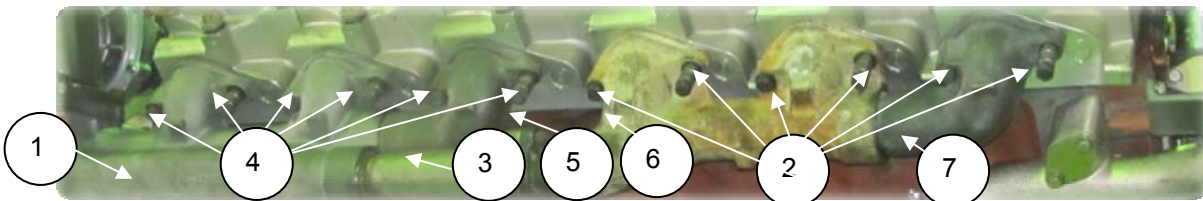

Рис. 2.37
1. Снять коллектор выпускной задний правый (1), патрубок подводящий (3), патрубок коллектора правый (5) отвернув гайки М10 (4) (S=14) (рис. 2.37);
2. Снять коллектор выпускной передний правый (6) вместе с патрубком коллектора правым (7), отвернув гайки М10 (4) (S=14) (рис. 2.37).